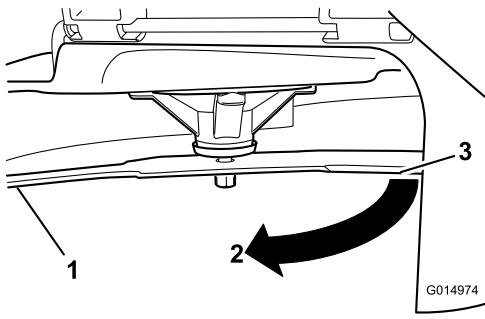

Figura 78
- Distancia medida entre la cuchilla y la superficie (A)
- Gire la misma cuchilla 180 grados de manera que el otro extremo esté en la misma posición (Figura 78).